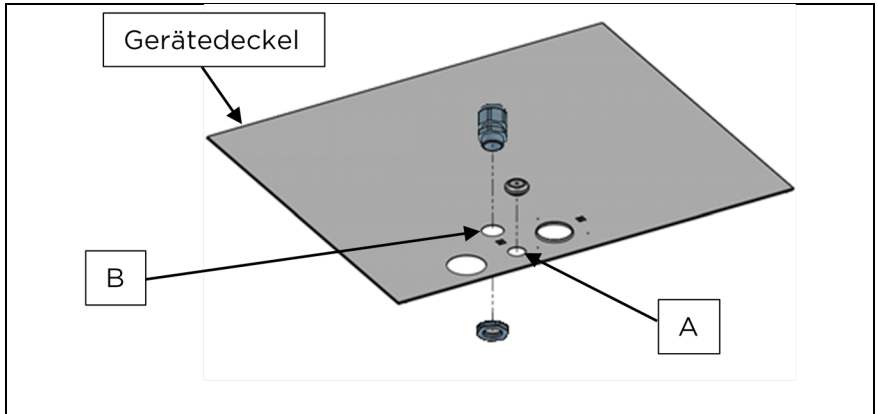

Abb. 4: Montage Dichtungsdurchführung und Kabelverschraubung
1. In Bohrung A ist eine Dichtungsdurchführung (Pos. 10) und in Bohrung B die Kabelverschraubung (Pos. 13) mit der Kontermutter (Pos. 9) zu installieren (Abb. 4).